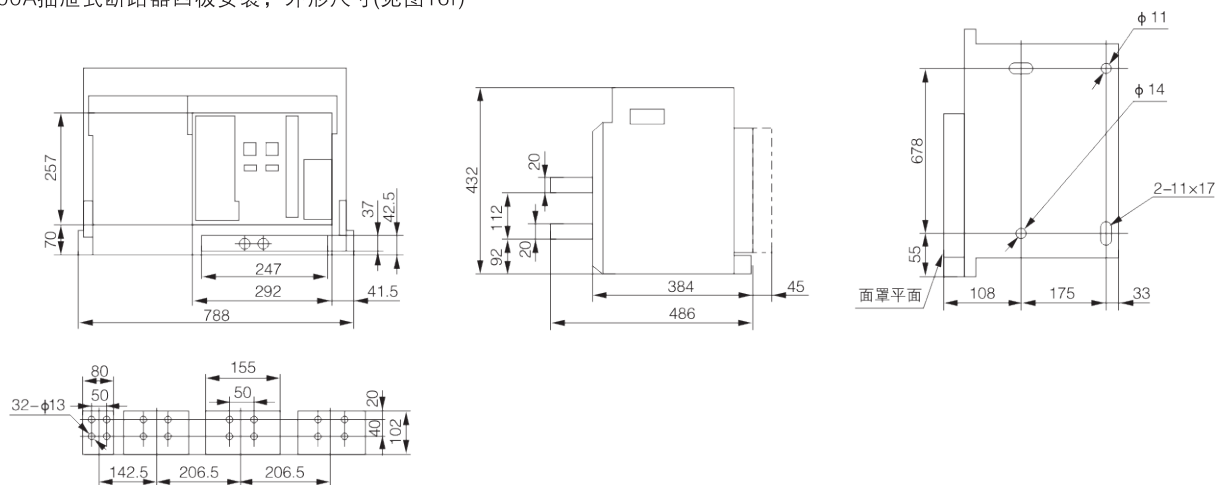

图 16f
• 4000A抽屉式断路器四极安装, 外形尺寸(见图16f)